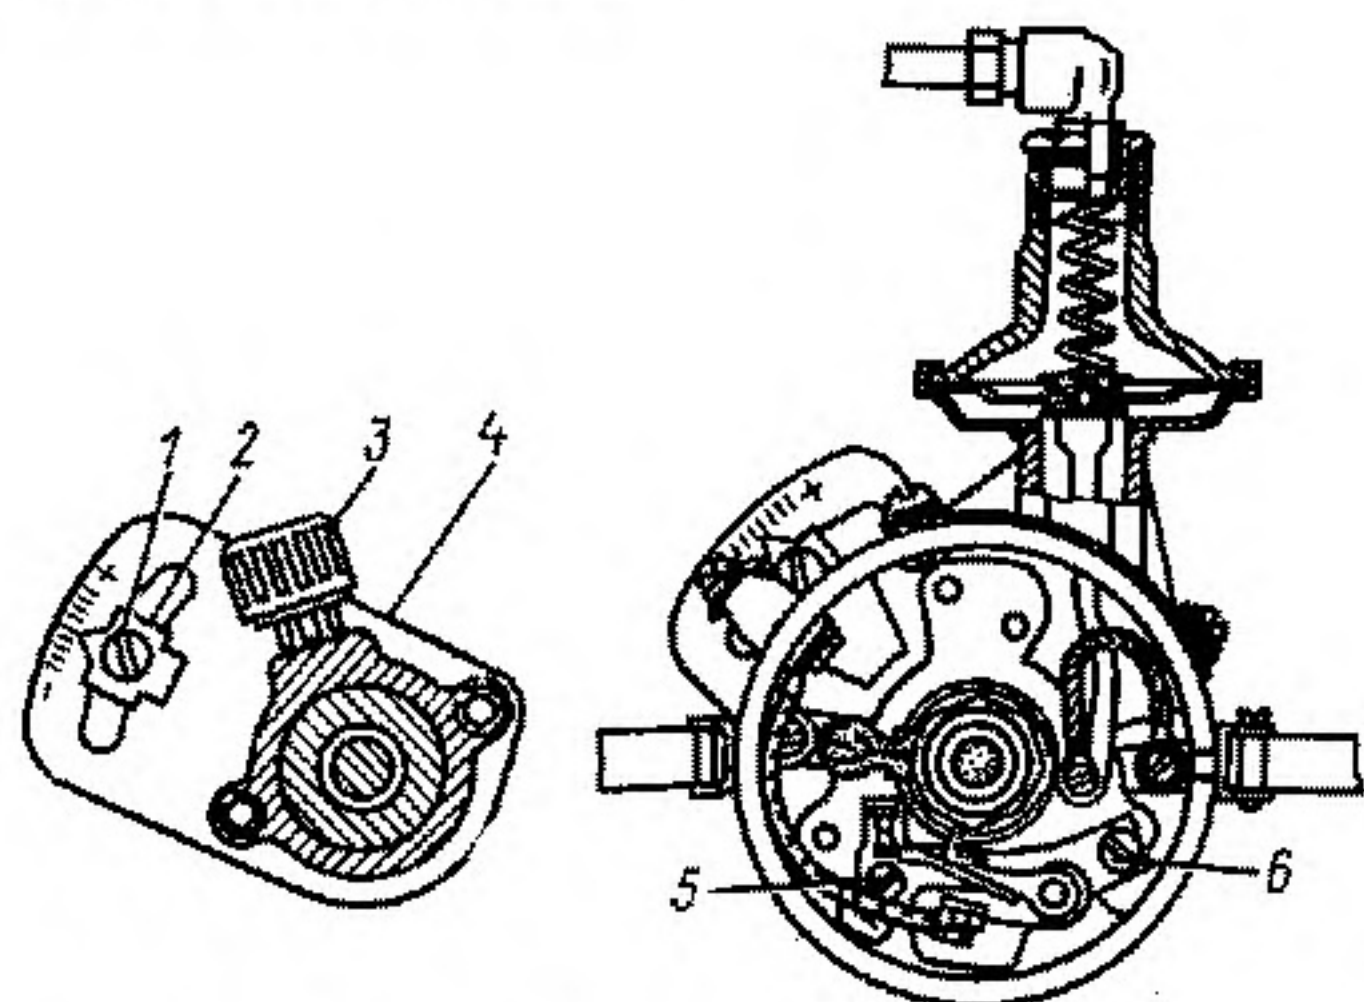

Рис. 32. Распределитель зажигания:
6. Если зазор больше 0,4 мм или меньше 0,3 мм, ослабить винт 5 (рис. 32) крепления стойки неподвижного контакта и, вращая эксцентриковый винт 6, установить по щупу нормальный зазор.
6. Установить указатель 2 (рис. 32) октан-корректора в винт 1, в прорез установочной пластины 4 распределителя. Повернуть корпус распределителя до совпадения указателя со средним делением октан-корректора и закрепить винтом 1.